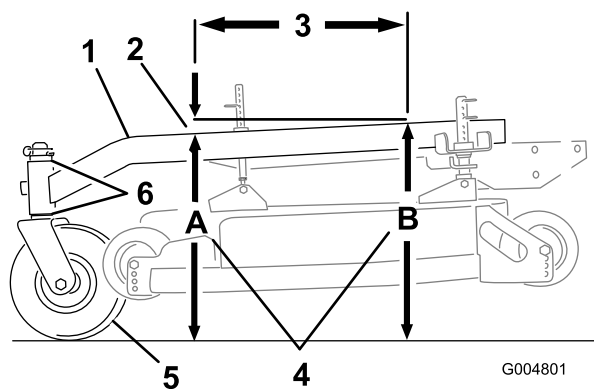

Figura 56
- Mida la altura del bastidor de tiro en la posición **A** (Figura 56).
- Mida la altura del bastidor de tiro en la posición **B** (Figura 56).
- La altura en la posición **A** debe ser de 3-10 mm menor que la de la posición **B** (Figura 56).
- Si la inclinación del bastidor de tiro no es la correcta, mueva los espaciadores de las ruedas giratorias para obtener una inclinación de 3-10 mm (Figura 56). Mueva espaciadores desde arriba o desde abajo para obtener la inclinación correcta.
El bastidor de tiro debe tener una inclinación longitudinal de entre 3 mm y 9 mm a lo largo de 61 cm (Figura 56).
- Mida 61 cm en el bastidor de tiro (Figura 56).